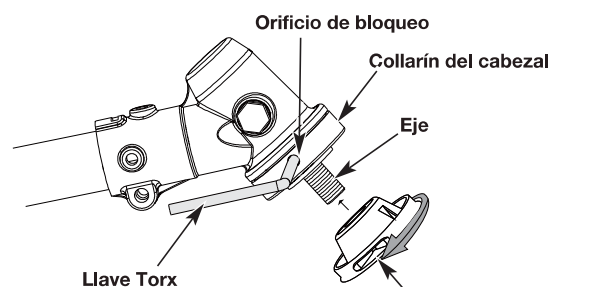

Fig. 20a
4. Atornille el cabezal fijo en el sentido contrario a las agujas del reloj sobre el eje hasta que quede firmemente apretado (Fig. 20a). Retire la llave Torx del orificio de bloqueo.